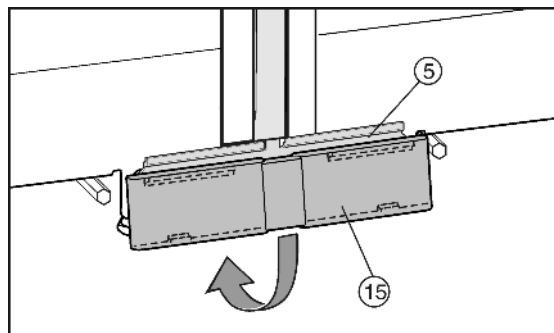

Fig. 11
- ▶ De nedre afdækning Fig. 11 (15) sættes på forbindelsespladen Fig. 11 (5) oppefra og den skal falde i hak forinden.